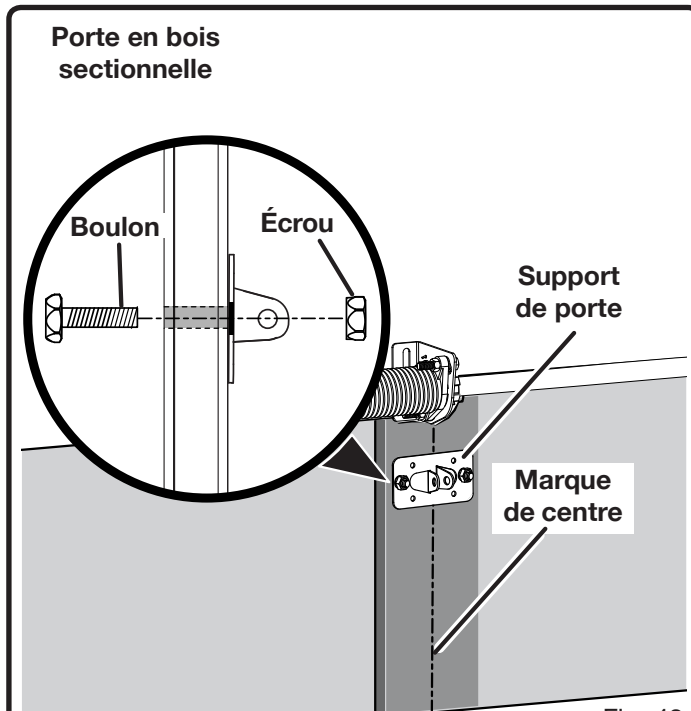

Fig. 42
**NOTE :** Pour les portes en bois, percer un trou de part en part de la porte et installer le support en utilisant des écrous et des boulons (non inclus), comme à la figure 42.